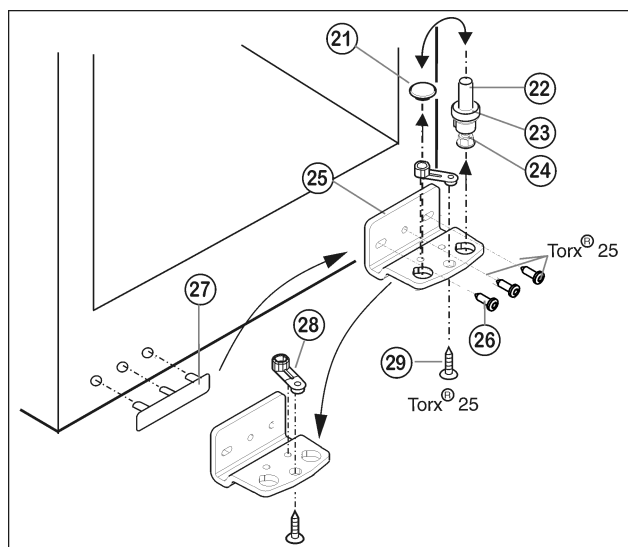

Fig. 6
- ▶ Dévisser le pivot Fig. 6 (22) complètement avec le disque Fig. 6 (23) et le pied réglable Fig. 6 (24) vers le haut.
- ▶ Enlever le bouchon Fig. 6 (21).
- ▶ Dévisser Fig. 6 (26) le support d'appui Fig. 6 (25).
- ▶ Dévisser l'élément pivotant Fig. 6 (28) et le permuter dans le trou opposé du support d'appui.
- ▶ Soulever le cache côté poignée Fig. 6 (27) avec précaution et le positionner sur le côté opposé.
- ▶ Revisser à fond le support d'appui Fig. 6 (25) sur le nouveau côté charnière en utilisant une visseuse sans fil si nécessaire, avec un couple de serrage de 4 Nm.
- ▶ Replacer le bouchon Fig. 6 (21) dans l'autre trou.
- ▶ Replacer le pivot Fig. 6 (22) complètement avec le disque et le pied réglable. Faire attention à ce que les ergots d'encliquetage soient tournés vers l'arrière.